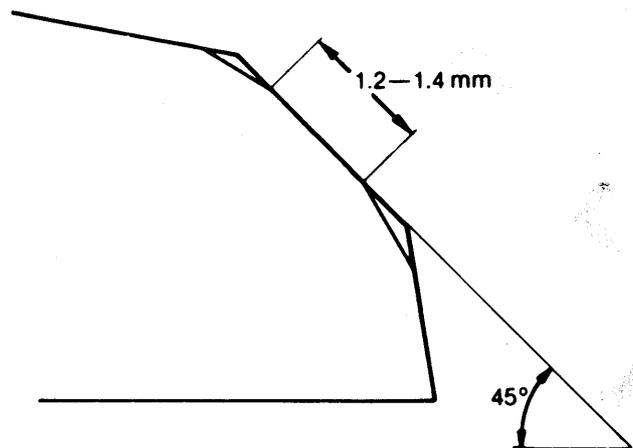

Bild 52
- Einen 45°-Fertigfräser zum Abschleifen des Sitzes auf die richtige Breite verwenden (Bild 52). Sicherstellen, dass alle Einfressungen und Unebenheiten abgeschliffen sind. Nötigenfalls nachpolieren.